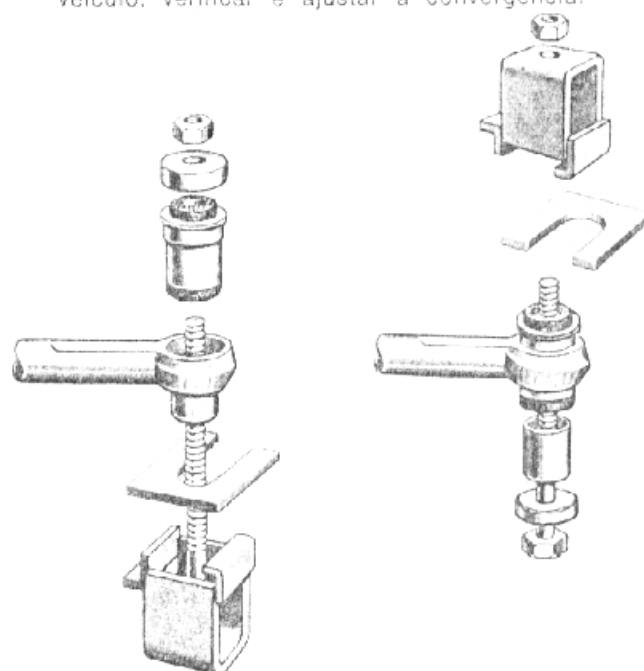

fig. 3 — substituição das buchas do braço intermediário
3. Desmontar as buchas do braço intermediário, utilizando a ferramenta T61P-3355-A (fig. 3).